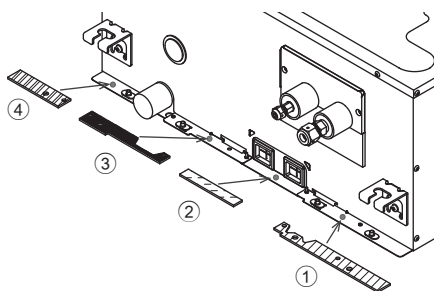

図 2
1. 室内ユニット配管側のフランジ面に断熱材 ①～④ を取付けます。(図2)